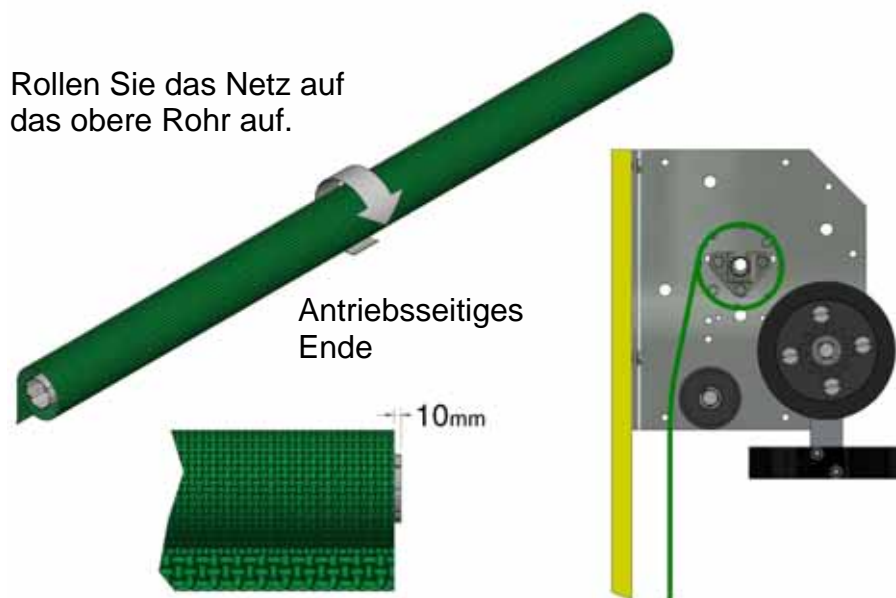

Abbildung 6a: Netz am oberen Rohr befestigt und aufgerollt
5. Rollen Sie die Windleisten und Netzsegmente auf das obere Rohr auf. Beim Aufhängen der Tür muss darauf geachtet werden, dass das Netz auf der Rückseite des oberen Rohrs zwischen dem Rohr und der Gebäudestirnwand abläuft (Abbildung 6a).